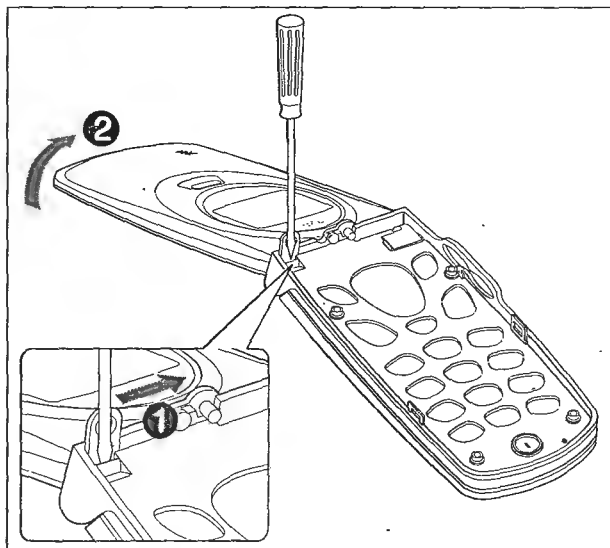

Рис. 2.12
- для того чтобы отделить верхнюю крышку телефона, плоской отверткой отжимают защелку и снимают крышку (рис. 2.12);